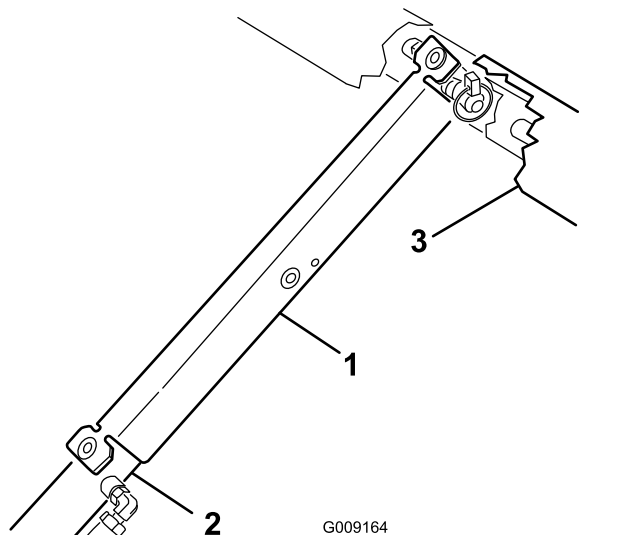

図 84
11. サポートをシリンダロッドにはめ込み、サポートの端部でシリンダバレルの端と昇降シリンダのロッドの端を確実に支える 図 84。